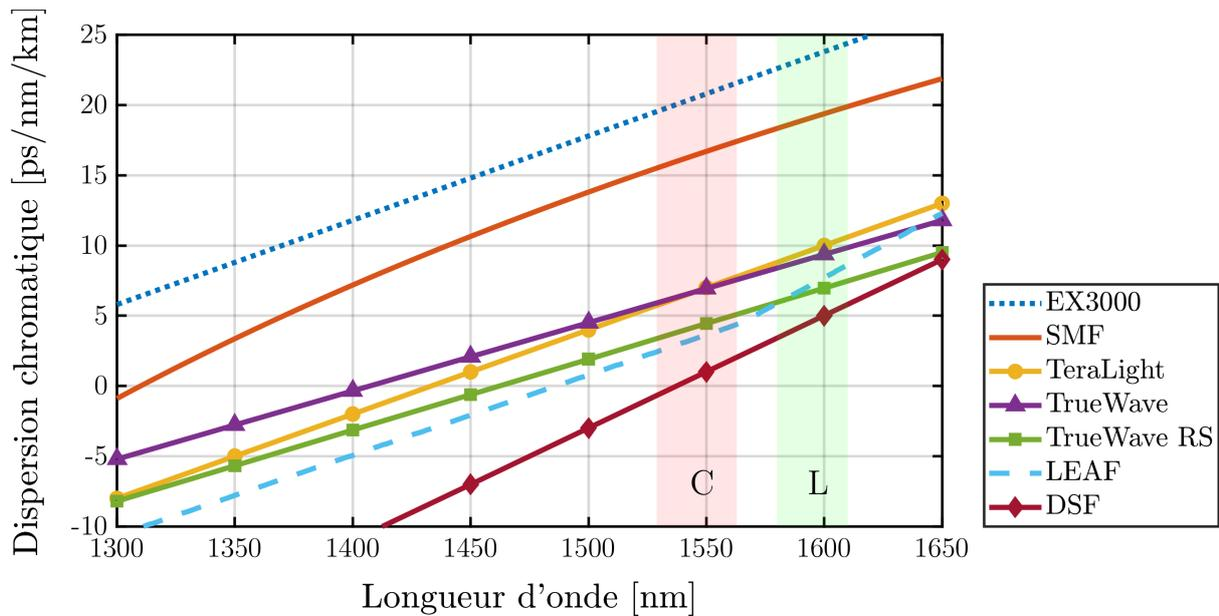

FIGURE 1.2 – Dispersion chromatique de plusieurs types de fibres
**Q5** Comparez vos résultats aux valeurs données par la figure 1.2.